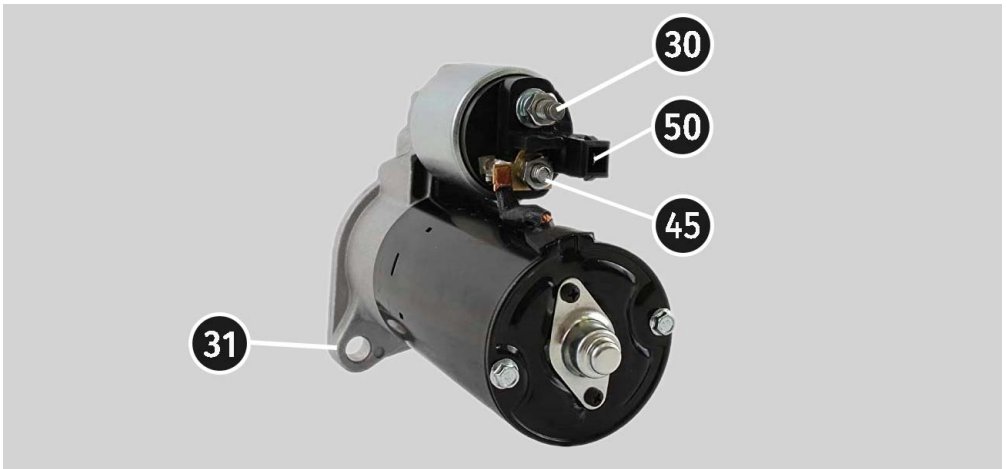

Рисунок 31. Розташування клем на стартері
3. Роз'єм стенда "50" кабелем під'єднайте до керуючого виводу соленоїда стартера клему 50, див. рис. 31.
4. Провода універсального діагностичного кабелю K30 і K45 під'єднайте до відповідних клем стартера, див. рис. 31.